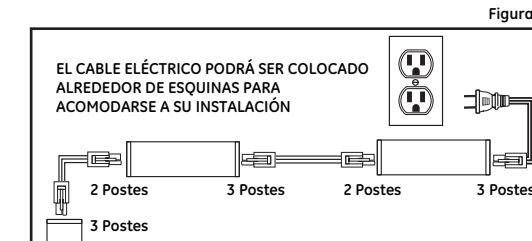
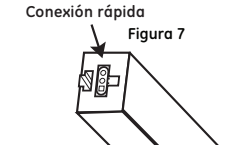

Figura 6
Figura 7
1. Se pueden conectar dispositivos adicionales con el cable de conexión rápida de 18" (45,72 cm) provisto con el kit de instalación. Se puede interconectar un máximo de 40 dispositivos juntos. Ver **Figura 6 y Figura 7**. (Para obtener las especificaciones eléctricas, consulte la etiqueta del producto ubicada en el dispositivo.)
2. Conecte el cable de conexión rápida en el enchufe y el conector de conexión rápida de tres clavijas al dispositivo más cercano al tomacorriente. Ver **Figura 6 y Figura 7**.